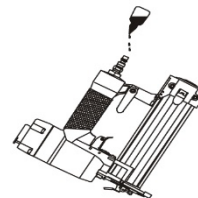

Fig 2
1. Kontrollieren, ob das Werkzeug geschmiert werden muss. Wenn nötig zwei Tropfen Öl in den Druckluftanschluss geben, siehe Abb. 2. Bei der Verwendung der Schmiereinheit muss kontrolliert werden, ob Öl nachgefüllt werden muss.